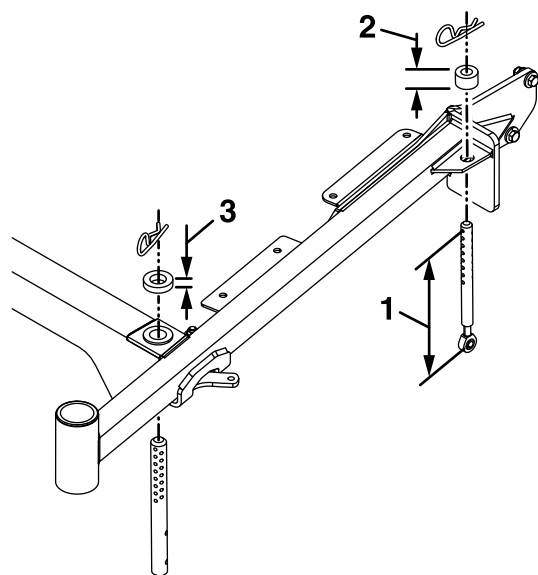

Figure 19
- C. La longueur moyenne des biellettes de support de tablier arrière est de 197 mm (7,76 po ou approximativement 7³/₄ po) du centre de la rotule au centre du trou le plus éloigné (voir Figure 19).